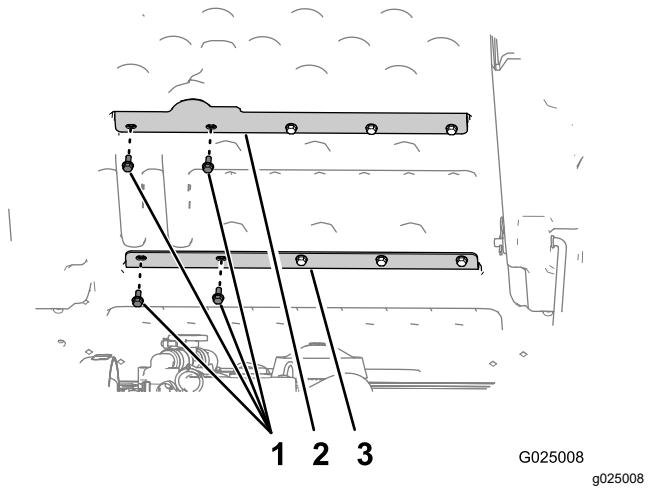

图4
1. 拆下将上货斗支柱固定至货斗的最左边的2个螺栓5/16 x 3/4 英寸(图4)。
2. 拆下将下货斗支柱固定至货斗的最左边的2个螺栓5/16 x 3/4 英寸(图4)。